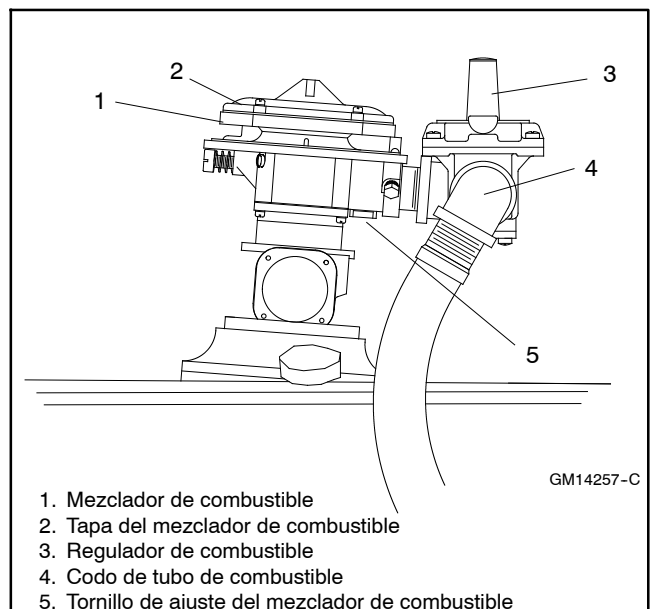

Figura 9-22 Mezclador de combustible
- a. Remover los cinco tornillos de la tapa del mezclador de gas. Consulte la Figura 9-22. Tenga en cuenta que hay un resorte debajo del diafragma mezclador de gases, que pueden hacer que la tapa y el diafragma del mezclador se estallen para arriba cuando los tornillos se aflojan y se retiran.
- f. Apuntar la luz de tiempo de ignición en la marca de la placa de sincronización del motor y girar lentamente el distribuidor en el sentido horario (CW) o antihorario (CCW) hasta que la ranura de la polea del cigüeñal se alinee con la marca de la placa de sincronización del motor.
- b. Consultar la Figura 9-22 para la ubicación del tornillo de ajuste de mezcla de combustible